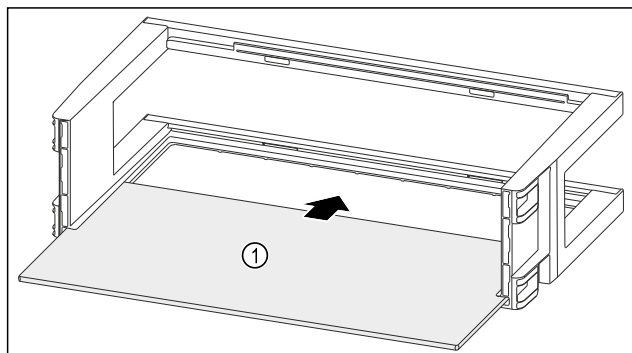

Fig. 97
- полицu za odlaganje Fig. 97 (1) gurnite u bočne otvore.